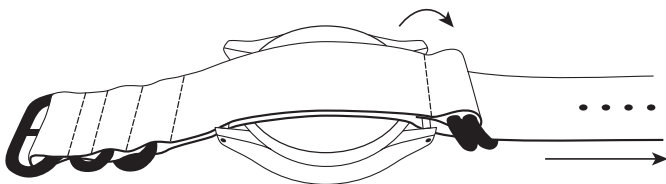

Abb. 2
3. Klappen Sie die kürzere Seite des Textilarmbandes nach rechts über den Gehäuseboden und führen Sie die längere Seite durch die beiden Metallösen. Ziehen Sie das Textilarmband vorsichtig fest (Abbildung 2).